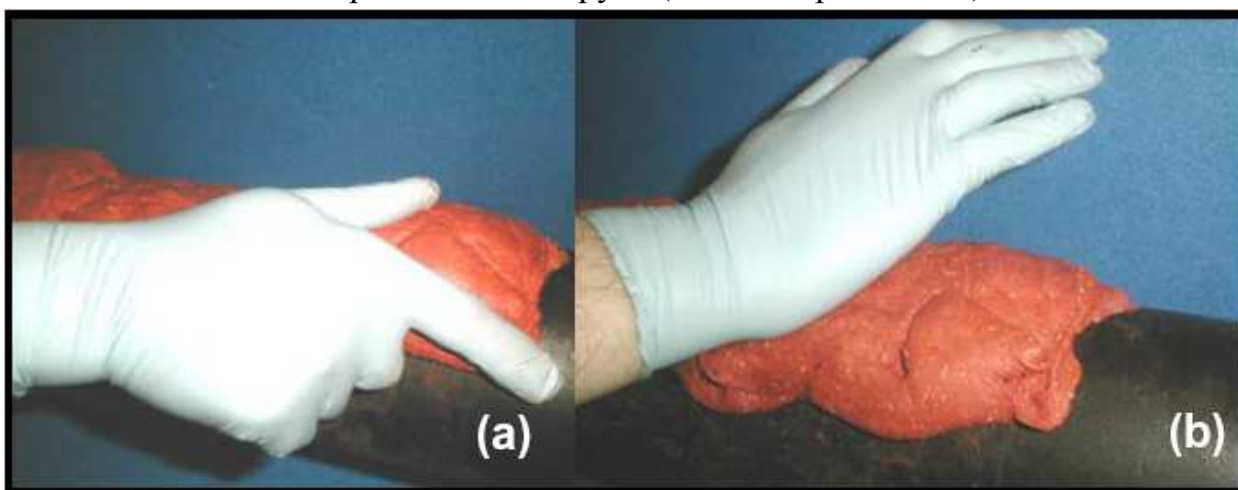

Рис. 3-30: Нанесение материала DMP-3
5. Поместите порцию материала DMP-3 на верху трубы (рис. 3-30а) и с помощью ладони прижмите ее к трубе (см. ниже рис. 3-30б).